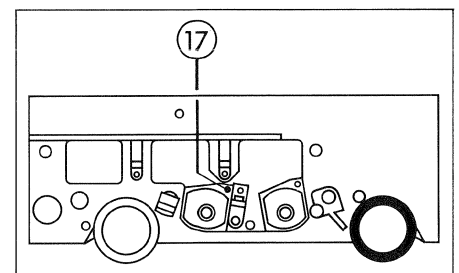

Fig. 5.16
8. Mit der Spaltjustierschraube (17) (siehe Fig. 5.16) den Aufnahmekopf auf Pegelmaximum justieren.
8. Adjust azimuth by turning adjustment screw (17) (see Fig. 5.16) to obtain maximum level.